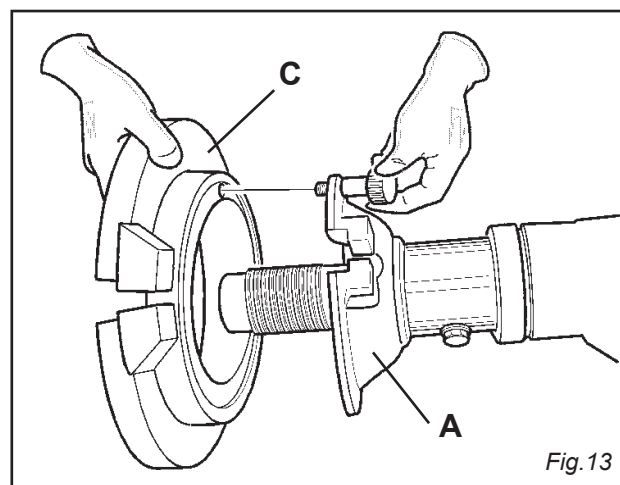
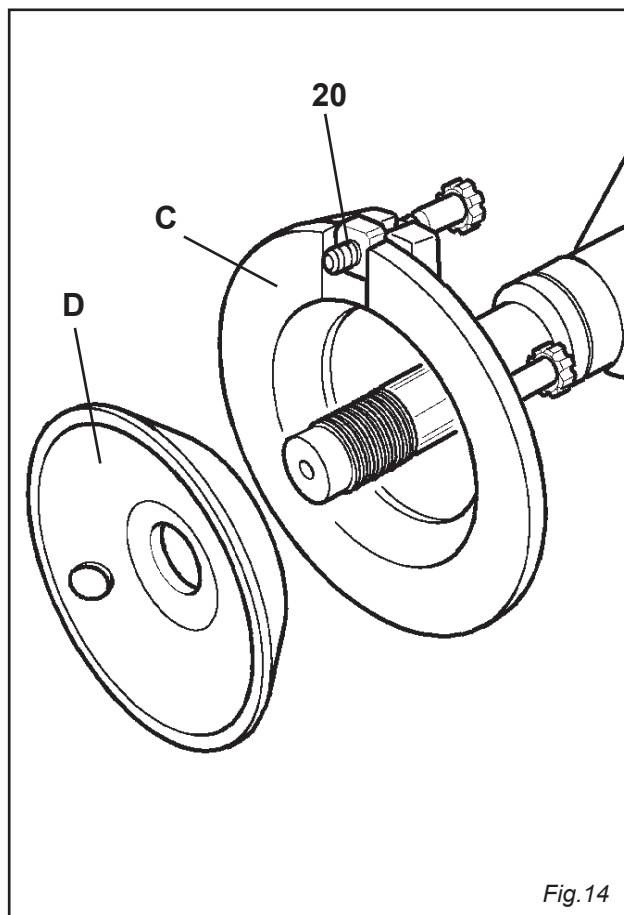

Fig.13
Fig.14
Per bloccare cerchi con queste caratteristiche occorre montare la flangia grande (C) come indicato in fig. 13 e usare il cono grande (D) (Fig. 14).
To lock these rims, mount big flange (C) as indicated in fig. 13 and use big cone (D) (Fig. 14)
Pour bloquer toute jante ayant ces caractéristiques, il faut monter la bride grande (C) comme indiqué en fig. 13 et utiliser le grand cône (D).(Fig. 14)